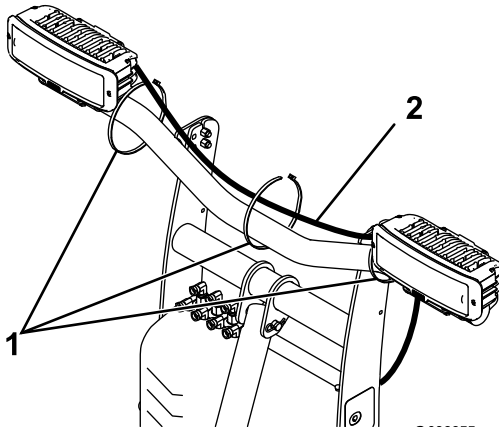

Bild 12
6. Stecken Sie die Scheinwerferanschlüsse am Kabelbaum in die Rückseite des Scheinwerfergehäuses (Bild 12).
7. Befestigen Sie den kurzen Kabelbaum mit drei Kabelbinden an der Scheinwerferleiste, wie in Bild 12 abgebildet.